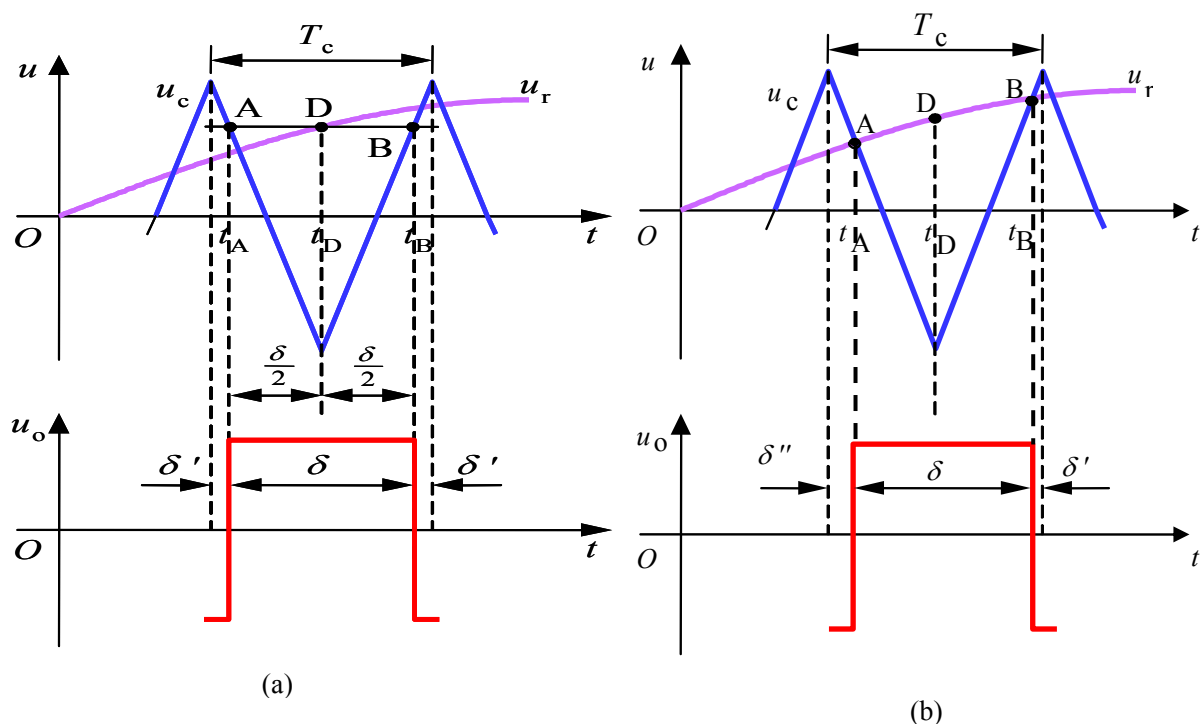

图 2 SPWM 波形两种算法
5. 图 2 示意了 SPWM 波形两种算法,  $u_r$  为正弦波、 $u_c$  为三角波, 指出哪个是规则化采样法, 写出其 SPWM 脉冲宽度  $\delta$  计算公式。(4 分)